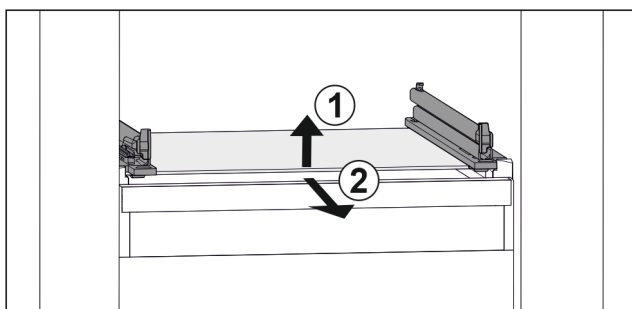

Fig. 47 Примерное отображение стеклянной пластины
- ▶ Приподнимите стеклянную пластину спереди. Fig. 47 (1)
- ▶ Извлеките стеклянную пластину движением вперед. Fig. 47 (2)